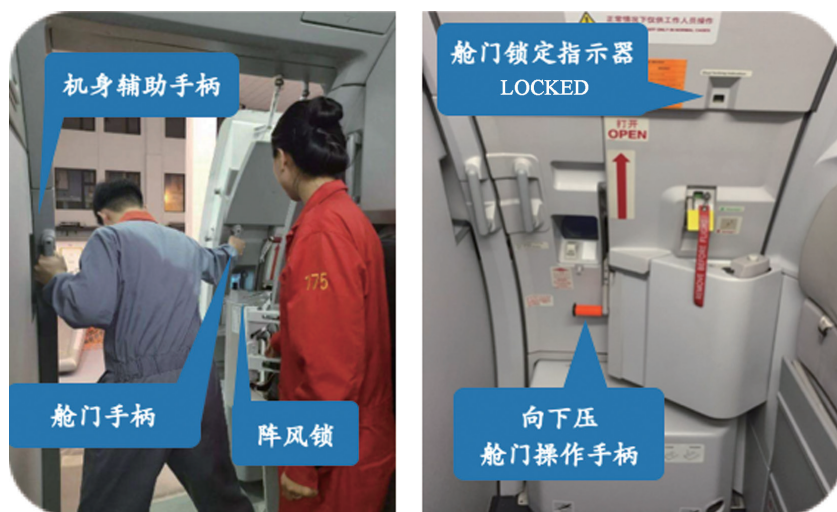

图 1-20 舱门关闭操作
- ① 一只手抓住机身辅助手柄。
- ② 另一只手按住阵风锁按钮，同时顺势向内拉动舱门手柄。
- ③ 向下压舱门操作手柄直至关闭。
- ④ 确认舱门锁定指示器位于锁定状态 (LOCKED)。
- ⑤ 确认舱门没有任何夹杂物，如图 1-20 所示。